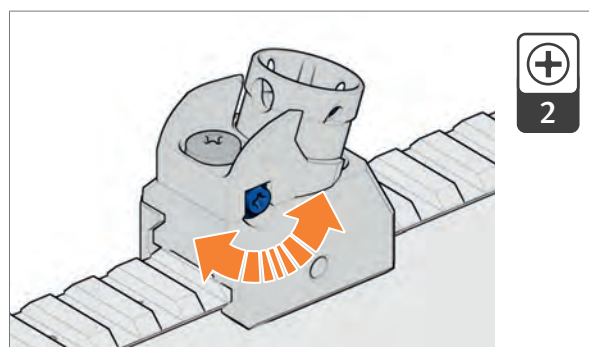

Abb. 82: Seitenjustierschraube drehen
2. Seitenjustierschraube in mit Schraubendreher in die gewünschte Richtung drehen (Abb. 82).
> Seitenjustierschraube gegen den Uhrzeigersinn drehen (Abb. 82).	Eine Umdrehung verändert die Lage des Treffpunkts um ca. 5,5 cm auf 100 m Zielentfernung.
> Seitenjustierschraube im Uhrzeigersinn drehen (Abb. 82).